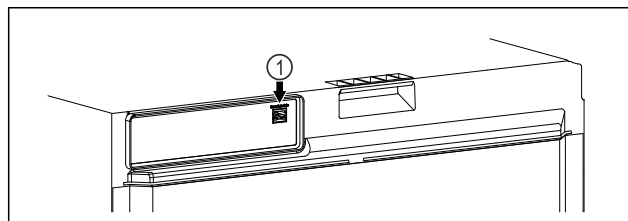

Fig. 105
- Vstavljen je SmartModule Fig. 105 (1).